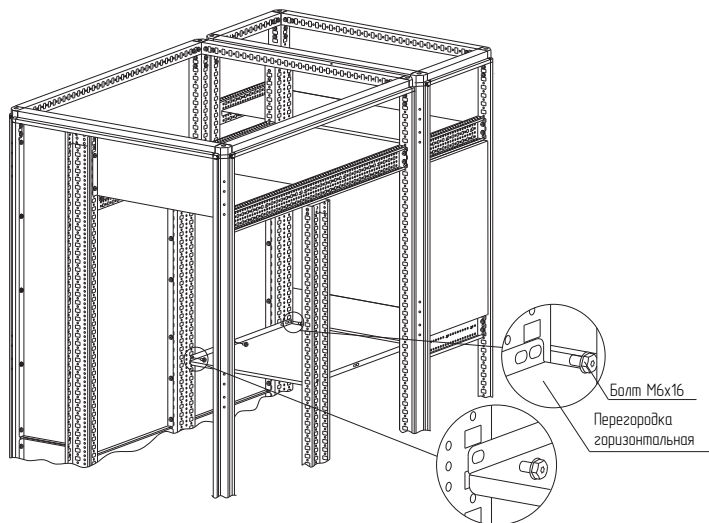

Рисунок 58
– вариант 3. Расположить перегородку горизонтальную для распределительных шин между стойками дополнительными вертикальными на нужной высоте каркаса и закрепить болтами М6×16 (рисунок 58). Момент затяжки – 7 Н·м. Метизы в комплект поставки не входят.